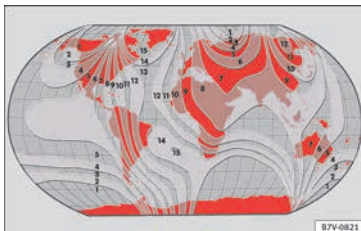

Fig. 120 Zonas magnéticas.
- Seleccionar la zona magnética correspondiente a la situación del vehículo » **fig. 120**.